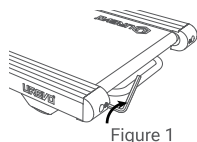

Figure 1
- Jeśli taśma bieżna przesunęła się w lewo, użyj narzędzia sześciokątnego, aby obrócić lewą śrubę rolki prowadzącej w prawo o 1/4 obrotu (patrz rysunek 1).